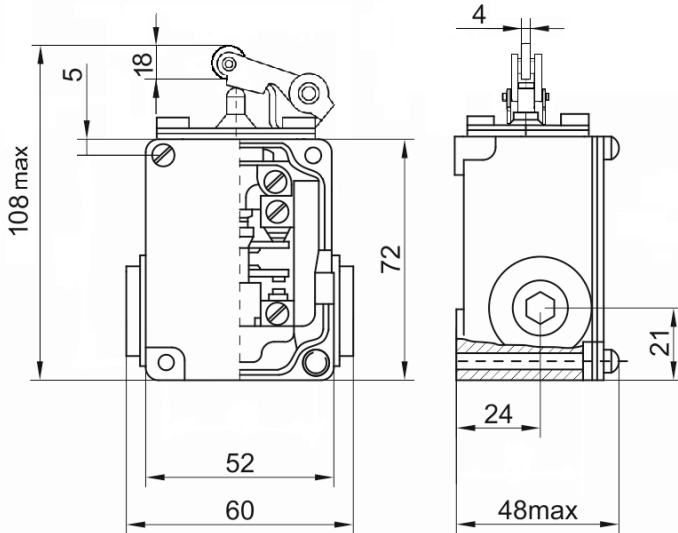

Рис. 4. ВПК 2112 БУ2 – привод рычаг с роликом
2.1.6 Выключатели с рычажным приводом изготавливаются с рабочим ходом влево (см.рис.4 и 5).